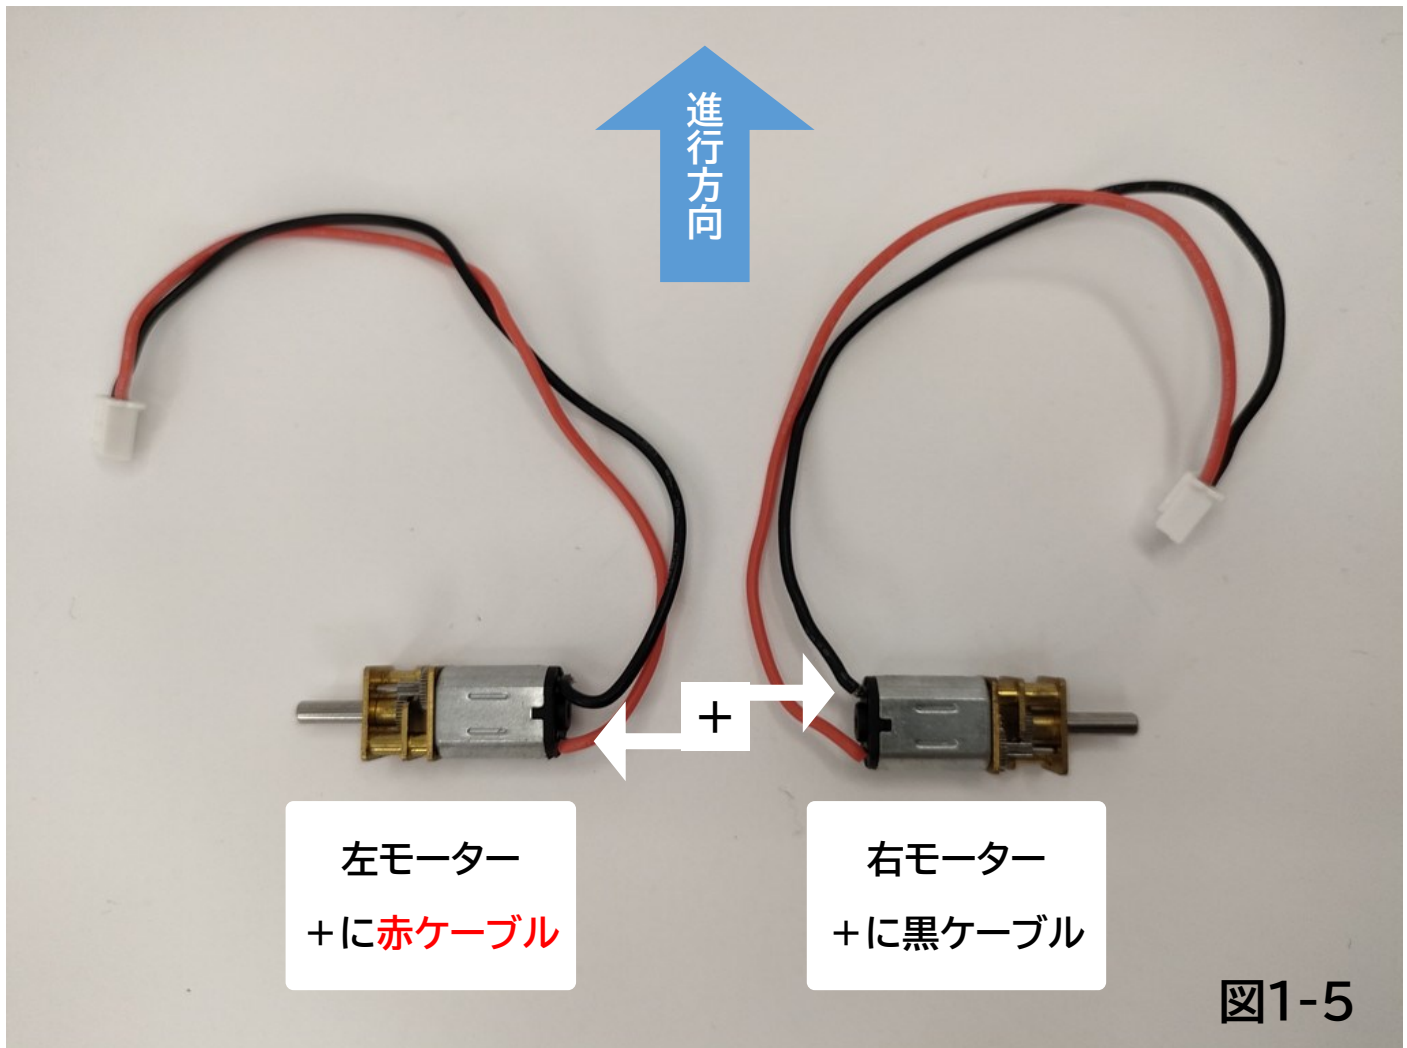

図1-5
1. 図1-5のように、進行方向側に黒ケーブルを配置し、パーツNo.11「N20モーター」にモータードライブ基板Type RTL製作キット付属のXH互換コネクタ付ケーブルをはんだ付けします。